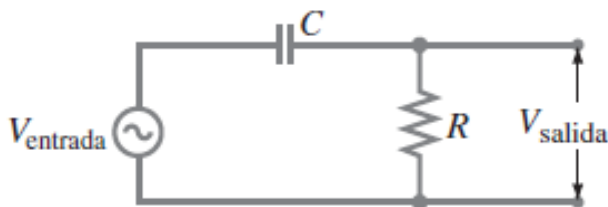

Figura 4. Diagrama do circuito RC do filtro passa-alto.
O esquema seguinte, na figura 4, mostra um circuito RC denominado filtro passa-alto
3. Uma vez na placa de montagem, proceda à montagem do circuito apresentado na figura 4, utilizando a resistência e o condensador.